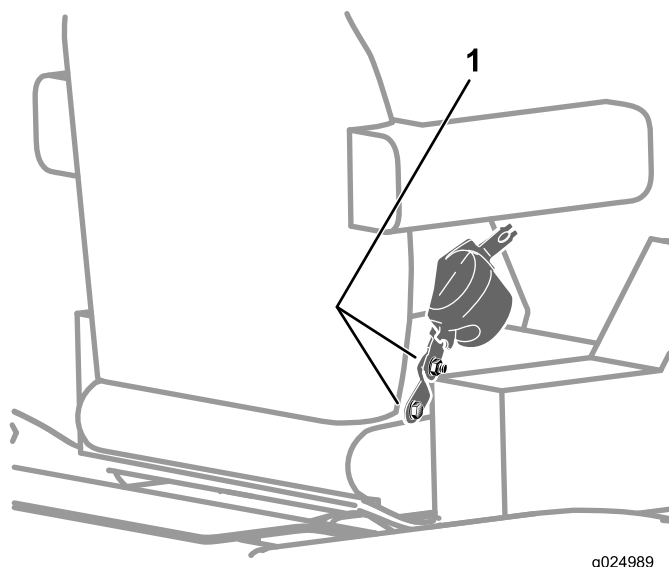

Рисунок 114
2. Проверьте, чтобы болты и гайки крепления устройства выдвижения ремня безопасности и пряжки были затянуты с моментом от 47 до 61 Н•м (от 35 до 45 фунт-дюймов); см. Рисунок 114.